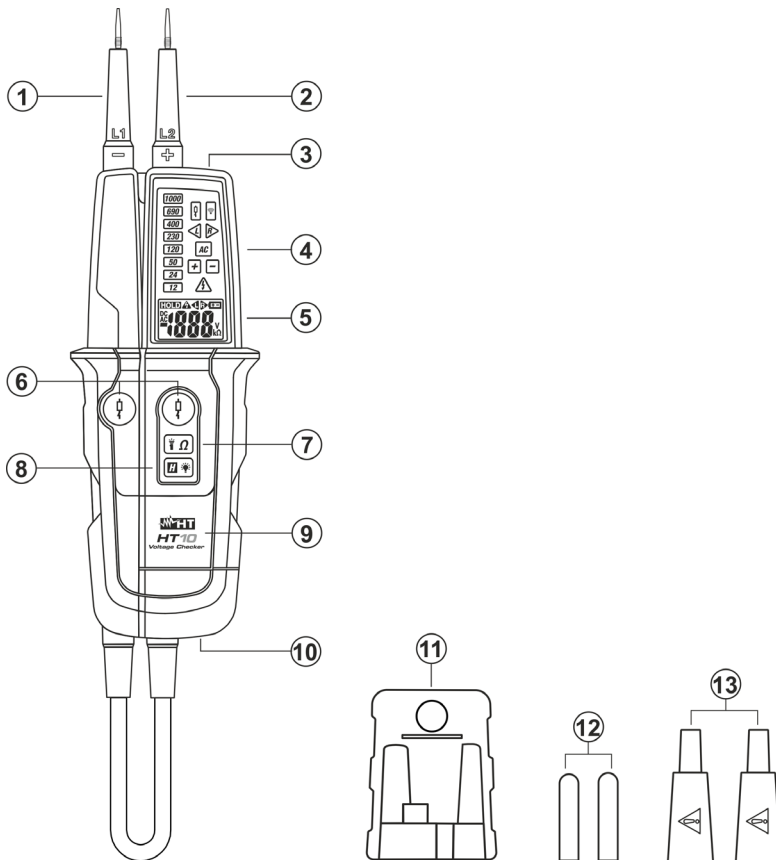
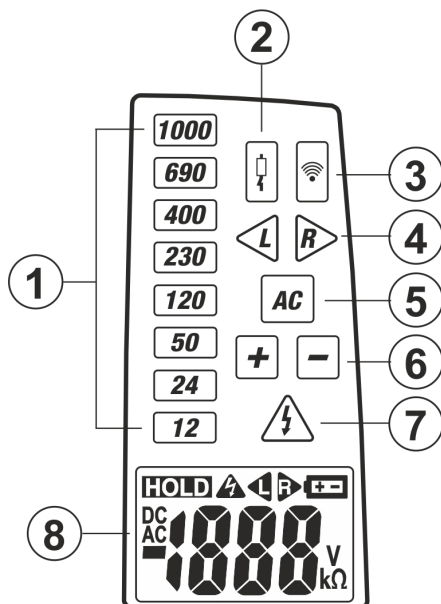

Fig. 1: Description de l'instrument
Fig. 2 : Description LED d'avertissement
4. **Appuyer les deux touches en même temps (voir Fig. 1 – partie 6). La tension réelle présente est affichée avec allumage des LED rouges et à l'écran. Le symbole CA et la LED de mesure avec faible impédance (voir Fig. 2 – partie 2) sont affichés**